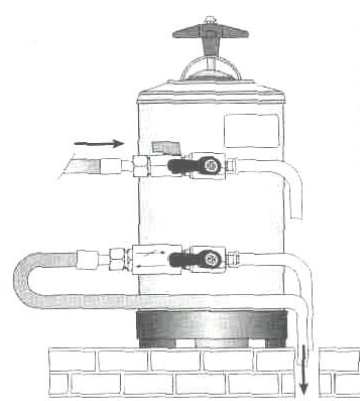

Рис. 2.
- Промывание (ополаскивание) смол (рис. 2) опустите входной шланг в водосток повернув рычаг крана налево, откройте воду, пусть вода течет пока